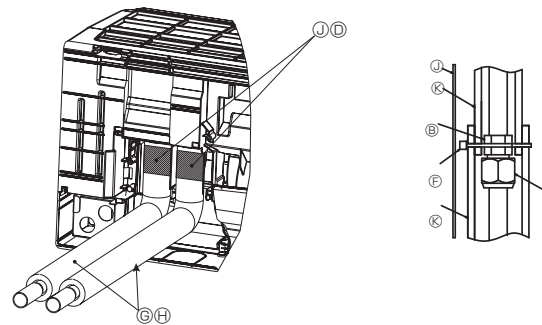

Fig. 3-19
- (7) Couvrir le raccord à l'aide d'un cache-tuyaux et fixer à l'aide d'une bande ⑤. (Fig. 3-19)